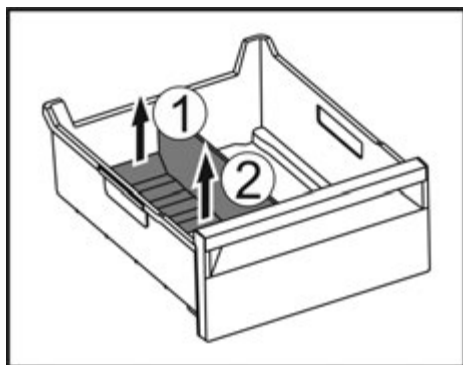

Fig. 157
- Підняти задню частину перегородки відділення для льоду. Fig. 157 (1)
- Вилучити перегородку рухом вгору. Fig. 157 (2)